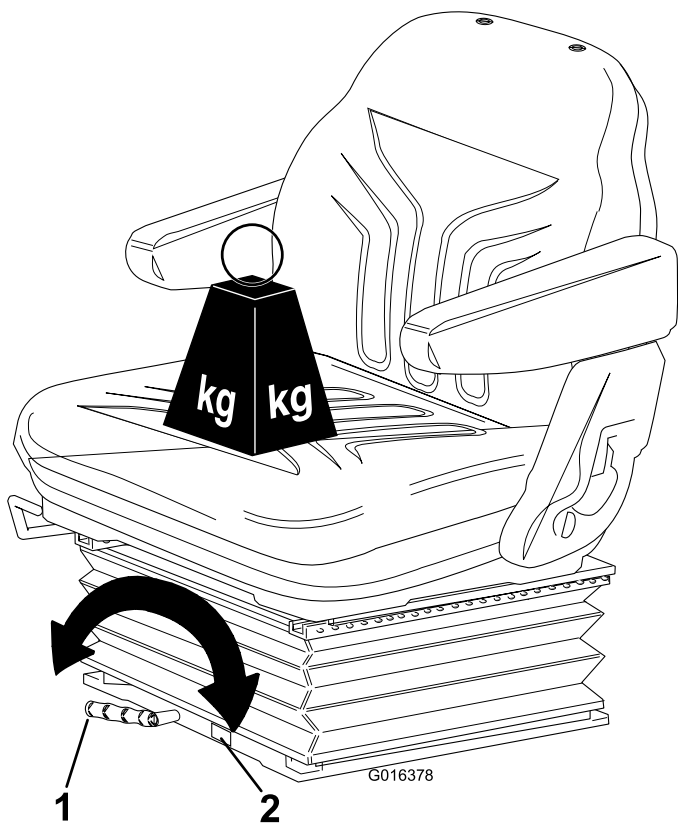

Figure 8
- **Réglage selon le poids de l'utilisateur** : Tournez la poignée dans le sens horaire pour augmenter la rigidité de la suspension et dans le sens antihoraire pour la réduire. Le cadran indique que le réglage optimal de la suspension a été effectué en tenant compte du poids de l'utilisateur (Figure 8).